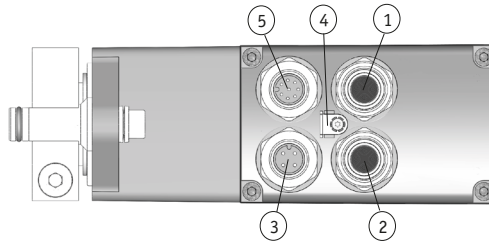
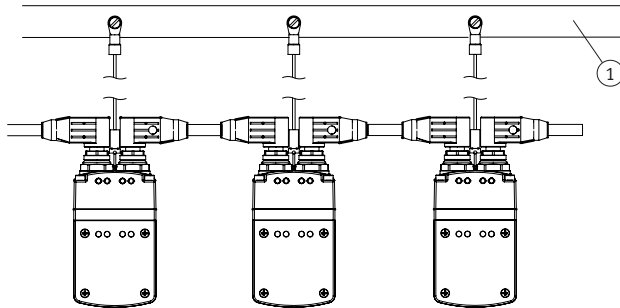

Abb. 4: Anschlussbelegung
Abb. 8: PE-Schiene
- ① Port1: Buchse 4 pol. M12 D-kodiert (siehe Abb. 4).
- ② Port2: Buchse 4 pol. M12 D-kodiert (siehe Abb. 4).
- ③ Betriebsspannung 4-pol. Stift M12 A-kodiert (siehe Abb. 4).
- ⑤ Digitale Ein- / Ausgänge 8-pol. Stift M12 A-kodiert (siehe Abb. 4).
Zum Schutz vor Störungen müssen die Schirme der Signalleitungen und Netzleitung beidseitig angeschlossen werden. Potentialunterschiede führen zu unzulässigen Strömen auf dem Schirm. Den PE Anschluss ④ zwischen den Anschlusssteckern auf das Schutzleiterpotential legen (siehe Abb. 4). Verwenden Sie dazu 6,3 mm Flachstecker mit kurzer Litze 2,5... 4 mm2 (nicht im Lieferumfang). Bei mehreren Stellantrieben wird empfohlen die Erdung auf eine PE-Schiene ① anzuschließen (siehe Abb. 8).